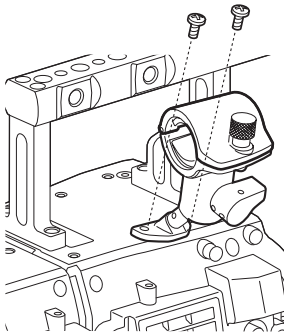

図 1
- 1 マイクホルダー取り付け位置のねじを外し、マイクホルダー AJ-MH800G（別売品）を取り付ける。（図 1）